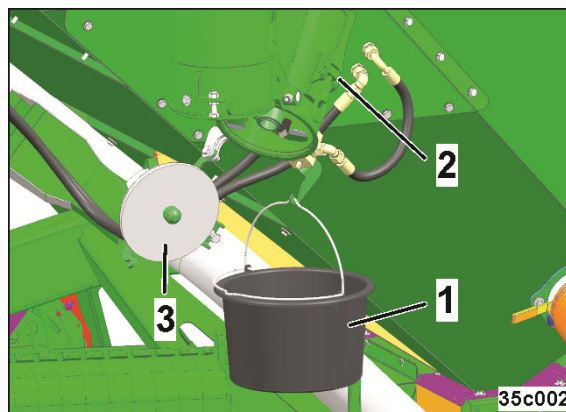

Fig. 247
1. Sæt opsamlingsbeholderen (Fig. 247/1) i
2. Lås spjældet op (Fig. 247/2)
3. Åbn spjældet (Fig. 247/3)
10. Luk spjældet (Fig. 247/3)
11. Lås spjældet (Fig. 247/2)